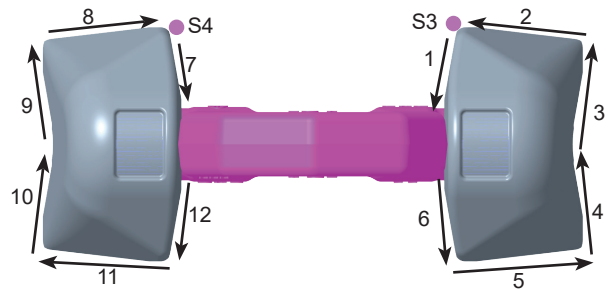

Abb. 2: Schweißreihenfolge Decklage (S = Startpunkt)
- Beginnen Sie am Startpunkt S3 und schweißen Sie in der Folge die Abschnitte 1 - 6 (Abb. 2).